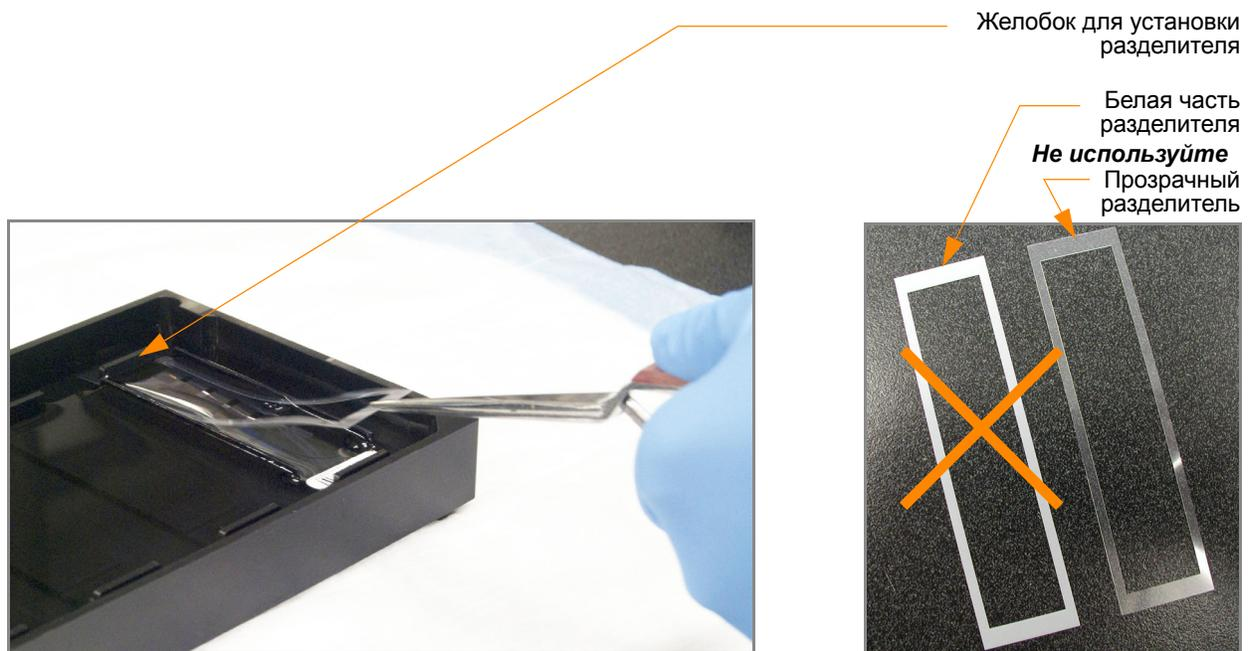

Рис. 165 Размещение прозрачного пластикового разделителя на чипе BeadChip
4. Поместите прозрачный разделитель сверху на каждый чип BeadChip, подлежащий обработке (Рис. 165). Используйте желобки центрирующего устройства для установки разделителей в правильное положение.